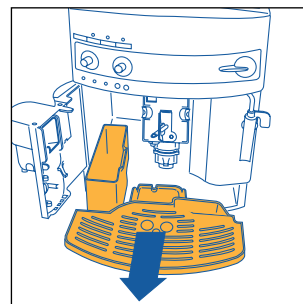

Рис. 16
ПРИМЕЧАНИЕ 7: кофеварка подсчитывает количество чашек воды, которые были приготовлены. Каждые 14 маленьких чашек (или 7 больших)  загорается индикатор (гл. 12, пункт 3), предупреждая, что кассета для кофейной гущи заполнена и ее необходимо вытряхнуть и прочистить. До очистки кассеты для гущи лампа остается горячей, а кофеварка больше не готовит кофе. Для того, чтобы произвести очистку, откройте дверцу для обслуживания, расположенную в передней части, потянув за специальную ручку, рис. 15; загорится мигающий индикатор , см. пар.12, п. 9, затем извлеките ванночку для сбора воды, рис. 16, слейте и очистите ее.
- извлеките ванночку для сбора воды и кассету для гуши, рис. 16 и промойте их;